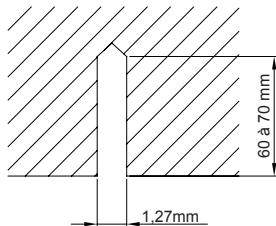

Fig. 6
- (1). Installez les boulons au plafond sur un emplacement suffisamment solide pour accrocher l'équipement. Marquez les positions des boulons à partir du patron d'installation. À l'aide d'une mèche à béton, percez des trous d'un diamètre de 12,7 mm (1/2"). (Fig. 6)